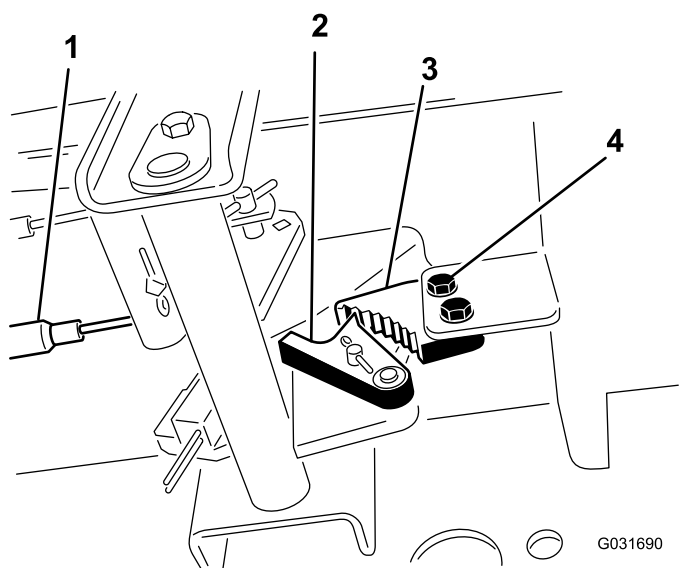

Figure 89
1. Desserrez les 2 vis qui fixent le cliquet du frein de stationnement au cadre (Figure 89).
2. Appuyez sur l'avant de la pédale du frein de stationnement jusqu'à ce que le verrou s'engage complètement sur le cliquet du frein (Figure 89).